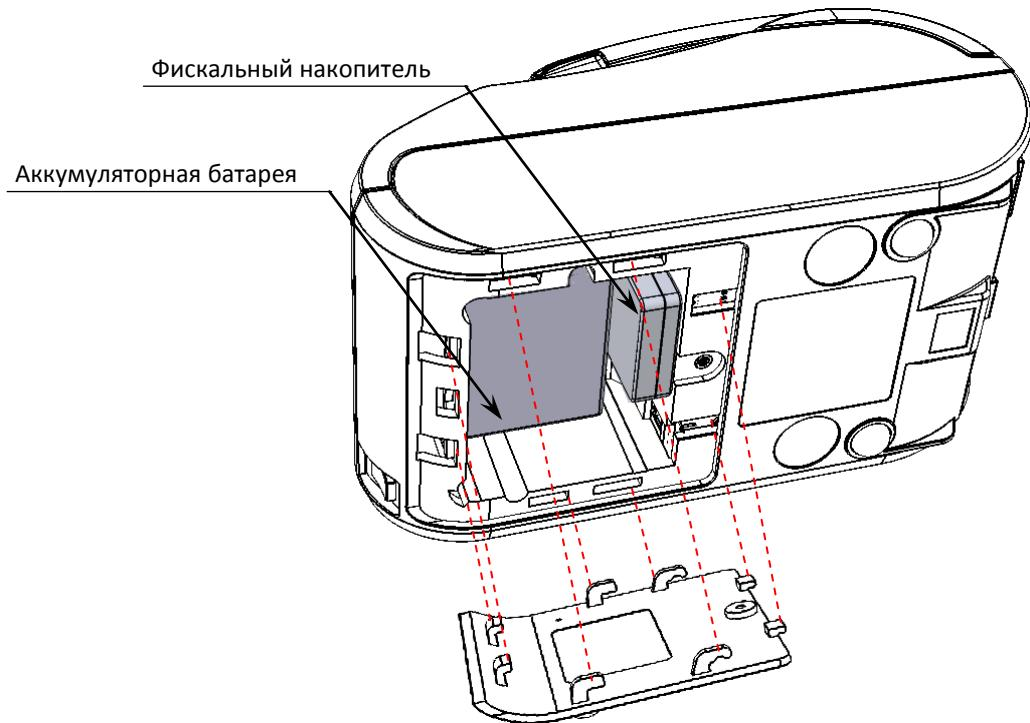

Рисунок 7. Отделить крышку от нижней части корпуса, освободив фиксаторы
4. Установить новый экземпляр ФН на место старого (ФН крепится к внутренней поверхности отсека на двухсторонний скотч на вспененной основе,смотрите рисунок 7).